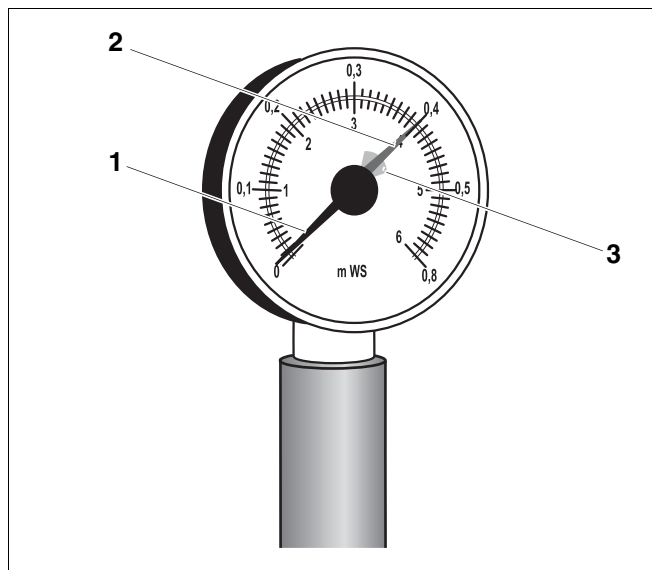

Fig. 3 Idrometro per impianti di riscaldamento aperti
Per gli impianti aperti, la lancetta dell'idrometro (fig. 3, **pos. 1**) deve stare all'interno del campo rosso (fig. 3, **pos. 3**).